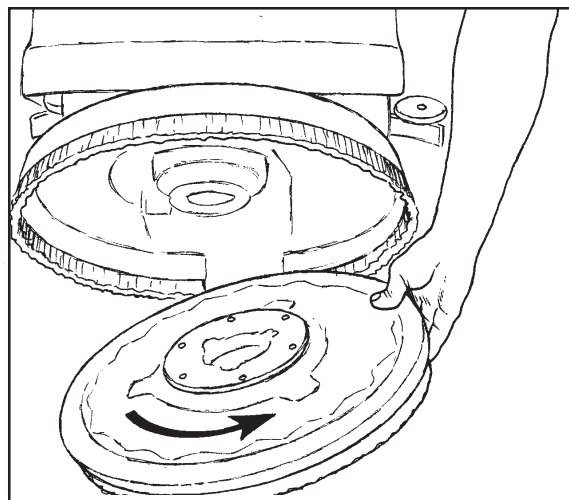

Figure 21
4. Pour retirer la brosse, faites tourner la brosse dans la même direction que le sens de récurage d'un coup sec jusqu'à ce que la brosse se détache (Voir Figure 21).